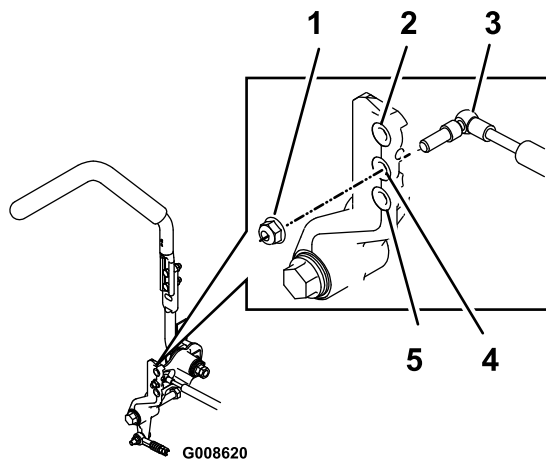

**Figura 98**
11. Ajuste la longitud de las varillas de control de las bombas girando las tuercas dobles de la varilla en el sentido apropiado, hasta que las ruedas se muevan ligeramente en marcha atrás (Figura 98).